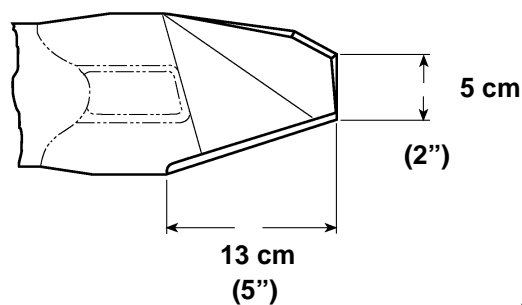

Figure 26
**Remarque :** L'affûtage de la lame ne doit pas se poursuivre au-delà de 13 cm (5") de l'extrémité, ou de 5 cm (2") du bord de fuite (Fig. 26).